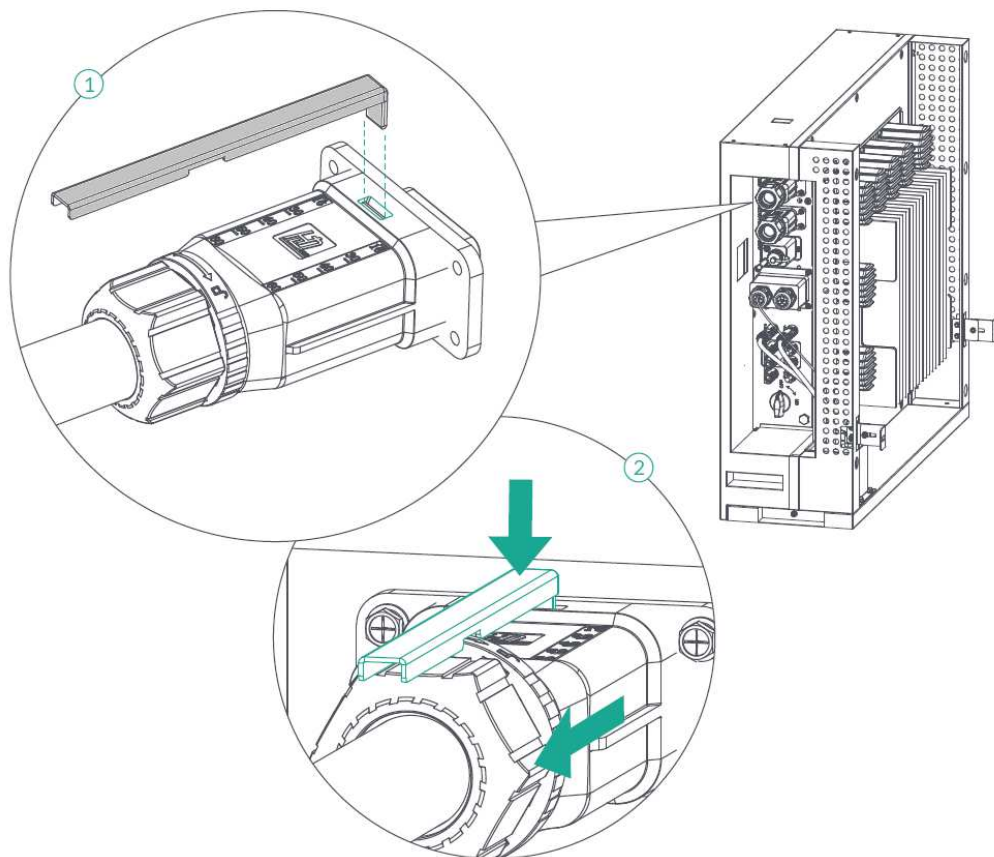

Abbildung 25: Lösen AC-Stecker
- Zum Lösen des AC-Steckers das L-förmige Werkzeug (Pos. 3) verwenden (Abbildung 25)